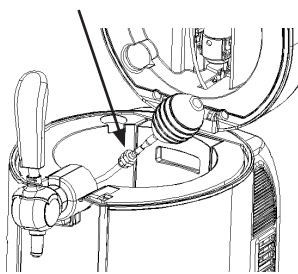

Figura 23
2. Conecte el extremo del perno de perforación. Presionar el agua del set de limpieza para limpiar las tuberías y sacar el agua de la manguera de cerveza en el otro extremo. Repita este paso hasta que la manguera de la cerveza esté completamente limpia. (Necesitará al menos 3 fuelles de limpieza llenos de agua caliente). Limpie el mecanismo de dosificación como se muestra en la Figura 23.